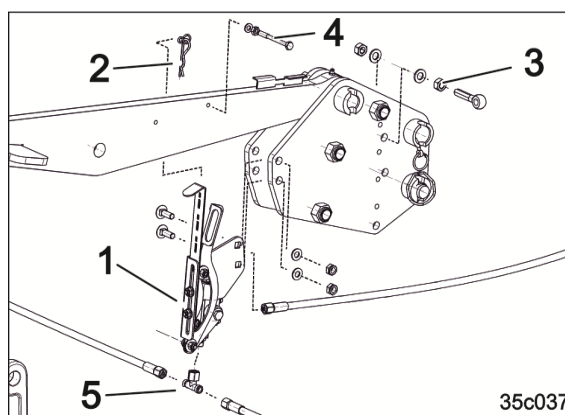

Рис. 89
6. Отсоедините гидравлический шлангопровод от Т-образного соединителя (Рис. 89/5).
7. Привинтите предварительно смонтированный держатель клапана (Рис. 89/1).
8. Подсоедините гидравлические шлангопроводы к новому Т-образному соединителю на клапане (Рис. 89/5).
9. Закрепите белый трос проушиной за захватный крючок (Рис. 89/2).
10. Установите рым-болт в качестве направляющей для троса (Рис. 89/3).
11. Установите воздействующий винт на верхнюю тягу (Рис. 89/4).